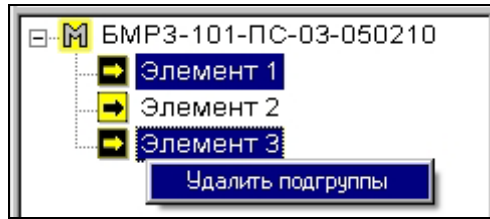

Рисунок 118
3) в открывшемся меню выбрать пункт «Удалить подгруппы» (рисунок 118);